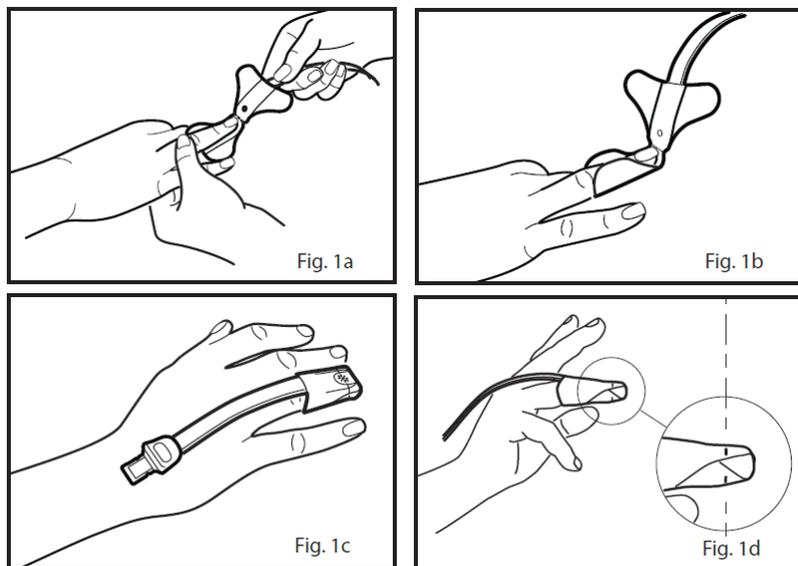

Fig. 19 RD SET Sensor Anwendung für Pädiatrie 10-50 kg
- 2 Siehe Bild 1a in Fig. 19: Richten Sie den Sensor so aus, dass der Detektor zuerst platziert werden kann. Legen Sie die Fingerspitze auf die gestrichelte Linie, wobei der fleischige Teil des Fingers den Fingerumriss und das Detektorfenster bedeckt.
- 3 Siehe Bild 1b in Fig. 19: Drücken Sie die Klebeflügel, einen nach dem anderen, auf den Finger. Um genaue Daten zu erhalten, muss das Detektorfenster vollständig abgedeckt werden.
- 4 Siehe Bild 1c in Fig. 19: Falten Sie den Sensor über den Finger, so dass das Sendefenster (roter Stern) über dem Fingernagel liegt. Befestigen Sie die Flügel nach unten, einen nach dem anderen, um den Finger.
- 5 Siehe Bild 1d in Fig. 19: Bei richtiger Anwendung sollten Sender und Detektor vertikal ausgerichtet sein (die schwarzen Linien sollten übereinstimmen). Positionieren Sie sie bei Bedarf neu.